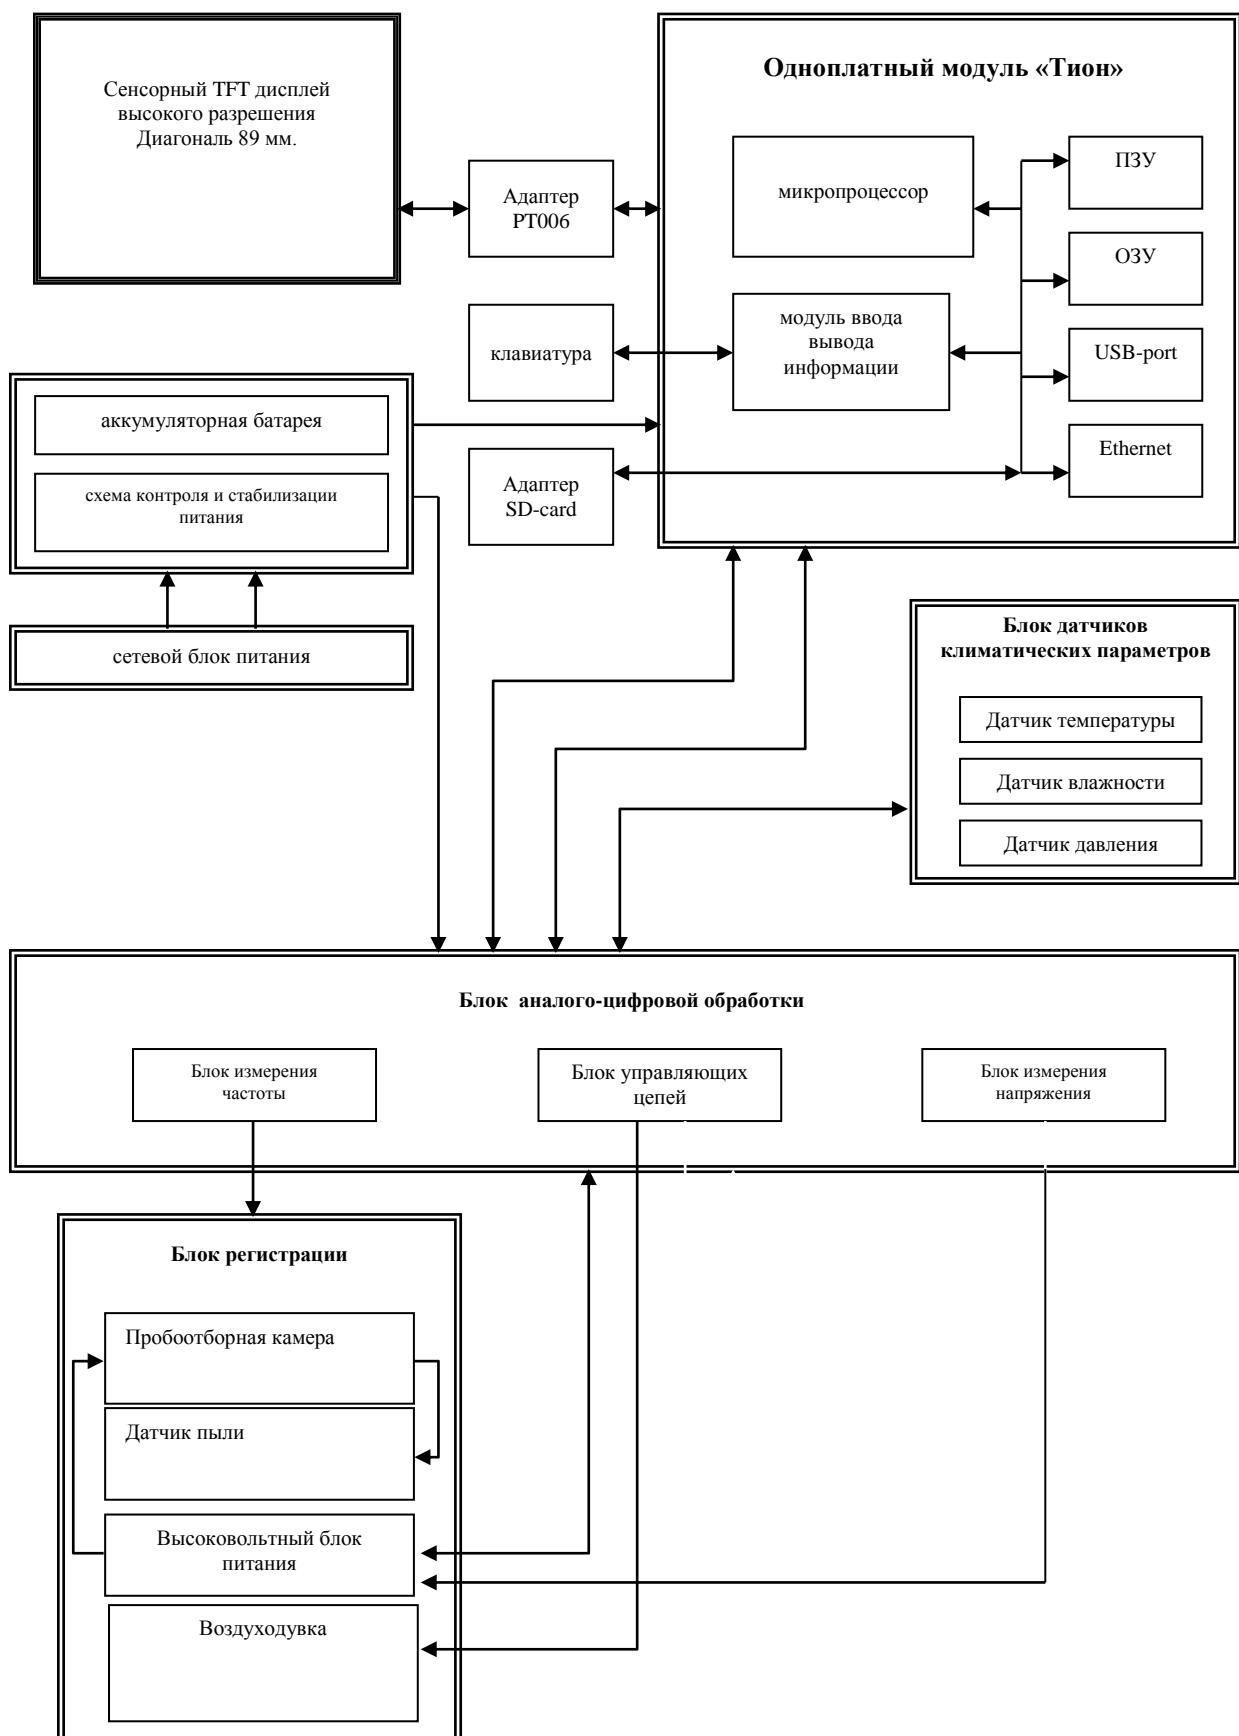

Рисунок 5. Функциональная схема анализатора пыли “Атмас”.
2.3.1 Блок управления (БУ) размещен в корпусе прибора из пластика, на котором расположены элементы управления и индикации. Функциональная схема прибора «Атмас» представлена на рис. 5. Блоки измерения частоты, напряжения и одноплатный компьютер размещены на единой плате. На отдельных платах размещен блок питания с аккумуляторной батареей и высоковольтный блок питания. Соединения всех плат осуществляются плоскими многожильными кабелями.